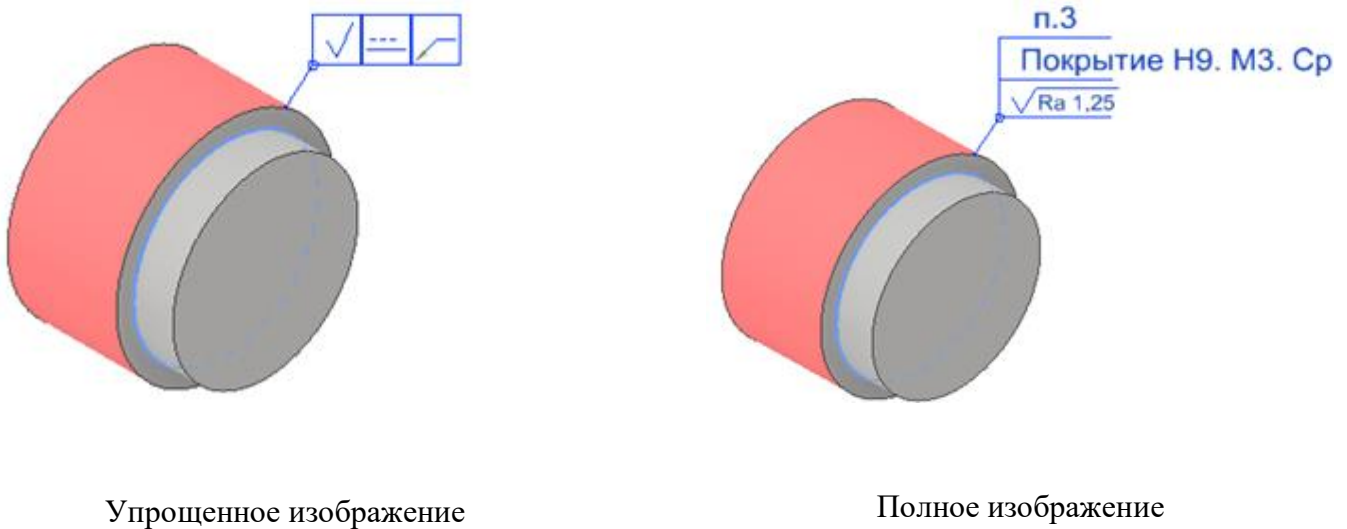

Рисунок 6-1
**Полное/упрощенное отображение** – команда управляет полным или упрощенным отображением элементов оформления на модели (Рисунок 6-1).